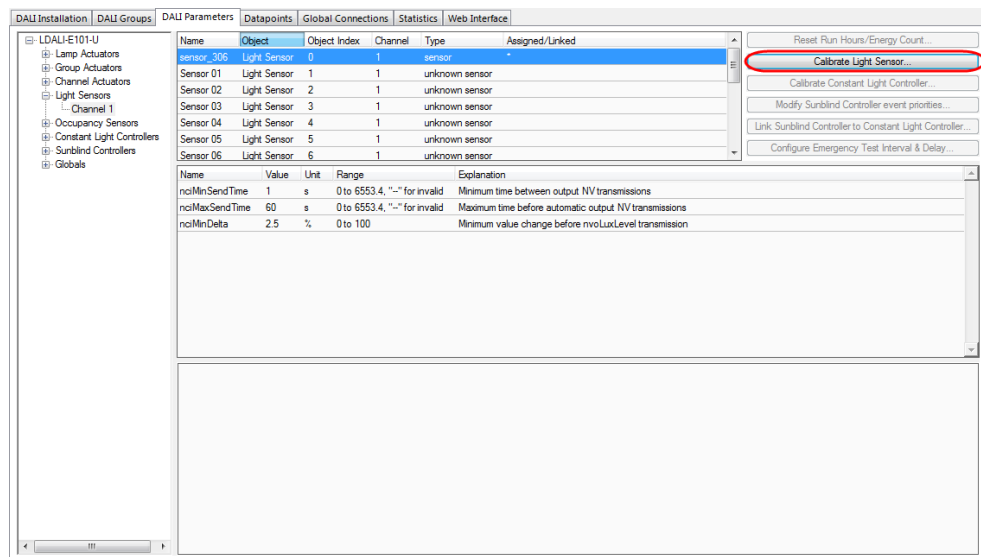
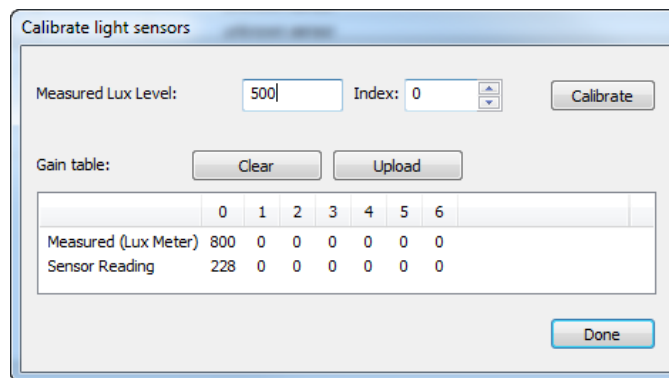

Abbildung 82: Parametrieren eines Lichtsensors.
Abbildung 83: Kalibrieren eines Lichtsensors.
- Wählen Sie den Light Sensor mit Index 0 auf Channel 1 aus und klicken Sie auf **Lichtsensor kalibrieren...** (siehe Abbildung 82). Der Dialog zum Kalibrieren eines Lichtsensors erscheint (siehe Abbildung 83).